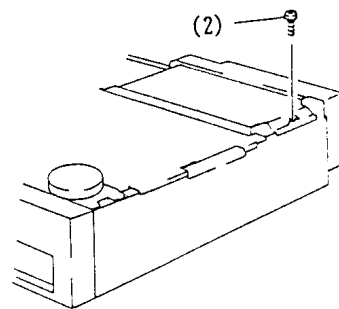

Abb. 4-8 Regler-Leiterplatteblock
6. Regler-Leiterplatte (Abb. 4-8 - 4-10)